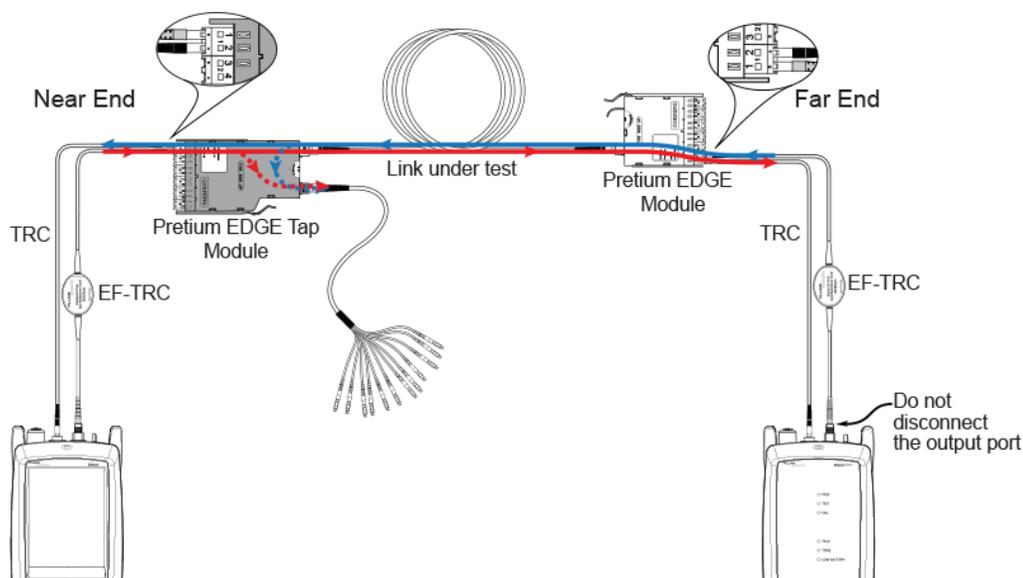

Figura 4. Conexiones para la comprobación de los enlaces de redes
2. Conecte los TRC a los extremos cercanos y lejanos de los enlaces, como se muestra en la figura 4.